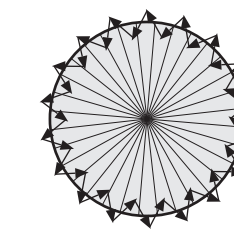

FIG. 18
- 4.4.1.4 Gå udefra tværs igennem detekteringsmønstreret, indtil den røde eller den grønne lysdiode lyser i ca. 2 sekunder og derefter slukker, således at udløsning bør ske med et interval på 2 sek. (Se FIG. 18).
- 4.4.2.5 Gå udefra tværs igennem detekteringsmønstreret, indtil belastningen tændes i ca. 2 sekunder og derefter slukker; den næste udløsning bør ske med et interval på 2 sek. (Se FIG. 18).